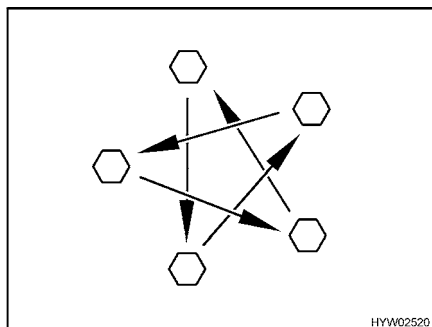

Fig. 214 Serrare a croce i dadi o i bulloni delle ruote
- Controllare regolarmente il serraggio dei dadi o dei bulloni. Regolare a croce (Fig. 214) il serraggio dei dadi o dei bulloni di una ruota sostituita dopo circa 50 km.
- ▷ Serrare a croce i dadi o i bulloni delle ruote (Fig. 214).